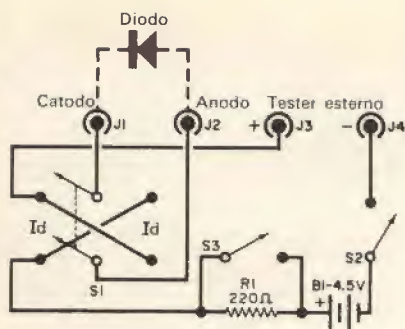

Fig. 3 - Questo strumento, il cui uso è semplicissimo, è assai utile per provare l'efficienza dei diodi.
**Consigli vari** - Se vi dedicate ad esperimenti è probabile che abbiate parecchi diodi di dubbia efficienza e che alcuni di essi possano ancora essere usati se riscontrati efficienti con un provadiodi come quello il cui circuito è riportato nella fig. 3. Il provadiodi comprende una batteria, B1, una resistenza limitatrice, R1, un commutatore invertitore di polarità, S1, un interruttore, S2, un interruttore per alte correnti, S3, e due coppie di boccole per il diodo in prova (J1 e J2) e per uno strumento esterno (J3 e J4). Dei diodi si possono provare interruzioni, cortocircuiti e perdite e determinare il rapporto tra le correnti diretta ( $I_d$ ) ed inversa ( $-I_d$ ).